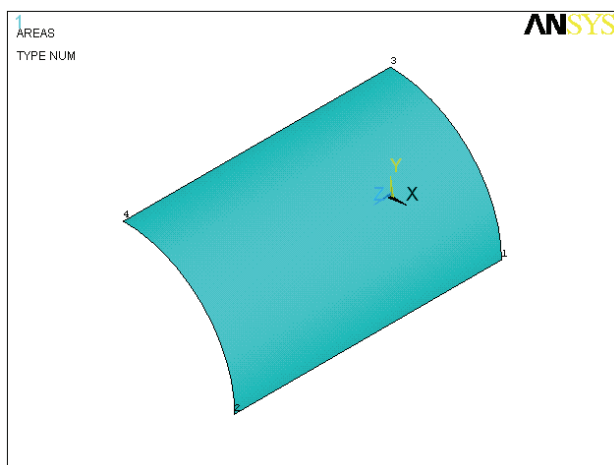

图 5-27 生成的几何模型结果显示
9) 选择 Utility Menu | Plot | Areas 命令，ANSYS 显示窗口将显示如图 5-27 所示的几何模型。